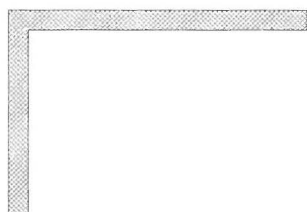
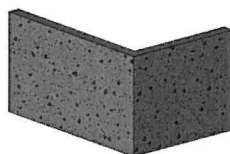

Fig. 06.02. Væg i 2D (03) Stueplan.
Fig. 06.03. 3D View af væg.
- Tegn et stykke væg der går fra (03) Stueplan til (04) 1. sal (Fig. 06.02 - Fig. 06.03).